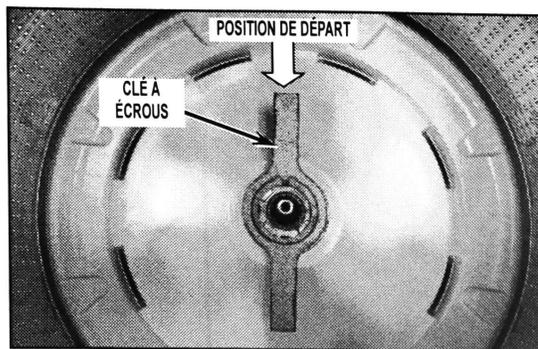

FIGURE 8
10. Placer la clé à écrous sur l'écrou à tête hexagonale. Marquer la position de départ de la clé à écrous. Voir la *Figure 8*.